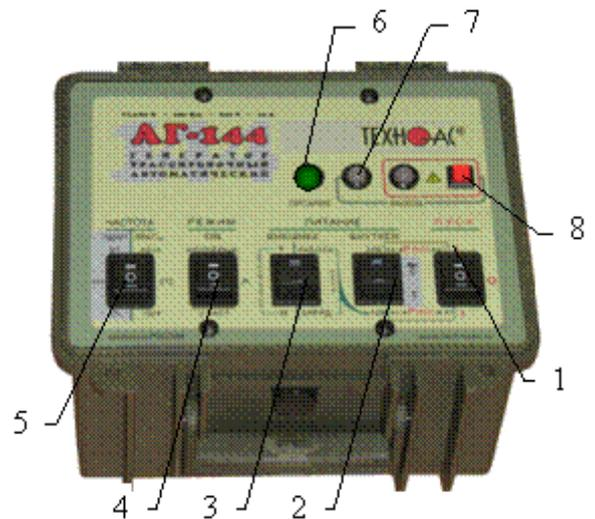

Рис. 24
Включить питание клавишей включения питания поз.1 рис.24 в одно из положений «I», в зависимости от выбираемой мощности. При свечении индикатора «Питание» поз.6 желтым цветом следует зарядить внутренние аккумуляторы, свечение зеленым цветом - можно приступить к работе.
1) Открыть крышку. Выбрать переключателем «ЧАСТОТА» поз. 5 рис.24 необходимую частоту синусоидальной генерации (512 / 1024 / 8928Гц).
2) Выбрать переключателем «РЕЖИМ SIN» поз. 4 рис.24 необходимый вид синусоидальной генерации (непрерыв /  / 3част).
Переключатель поз.3 рис.24 установить в положение «работа».
Переключателем напряжения внутреннего питания поз.2. рис.24 установить первый коэффициент выбора мощности генерации.
4) Включить питание клавишей включения питания поз.1 рис.24 в положение соответствующее второму коэффициенту выбора мощности
5) Начнется генерация и автосогласование с постепенным возрастанием напряжения на выходе. Здесь следует наблюдать за цветом индикатора «ВЫХОД» поз.7 рис.24. Если автосогласование закончилось зеленым свечением – заданная мощность достигнута. Если желтым – сопротивление нагрузки слишком велико для заданной мощности при выходном напряжении ограниченном «по умолчанию» на «безопасном» уровне 24 В.
Для запуска «неограниченного» режима следует включить питание (переключателем «ПУСК») при нажатой красной кнопке «» поз.8рис.24 и удерживать ее до засвечивания красного индикатора «». Мигание этого индикатора обозначает потенциальную «опасность». Непрерывное свечение обозначает реальное наличие на выходе напряжения $\geq 24\text{В}$.
1) Выключить питание генератора клавишей включения питания поз.1рис.24, установив ее в положение «0».